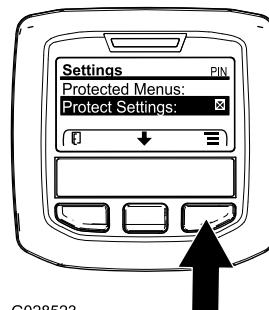

図 25
- 保護メニューにアクセスし、サブメニューのロックを解除する 図 25 アクセス制限付きメニューへのアクセス \(ページ 17\) を参照。